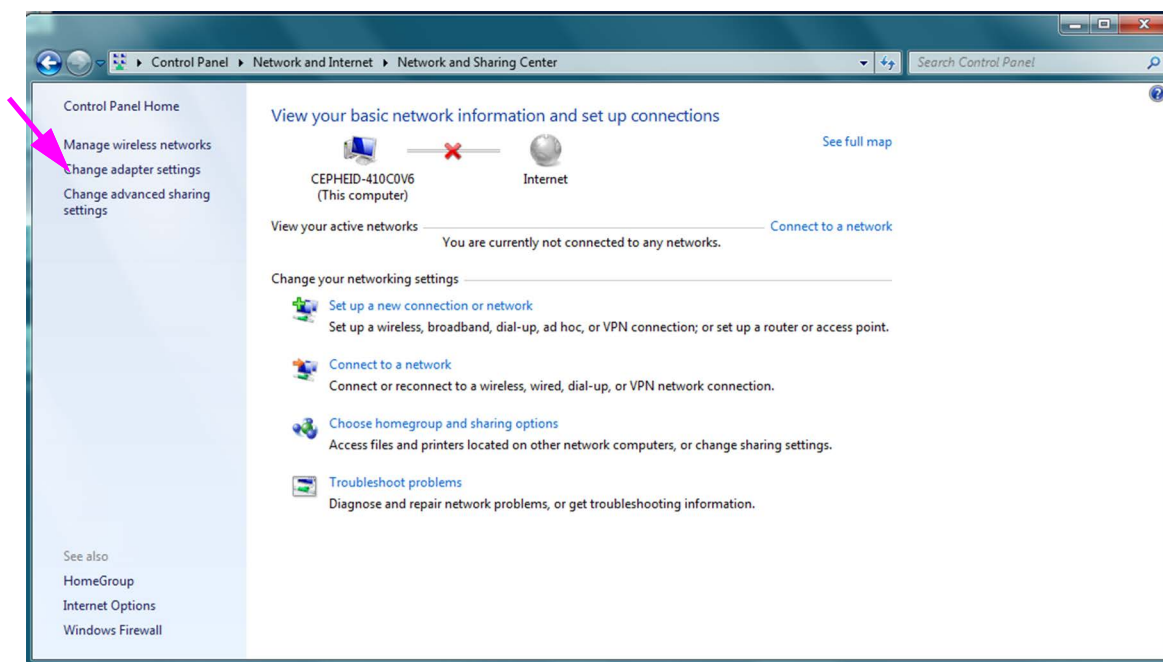

Figure 2-38. Écran Network and Sharing Center (Centre Réseau et partage)
4. Cliquer sur **View network status and tasks (Afficher l'état et la gestion du réseau)**. L'écran **Network and Sharing Center (Centre Réseau et partage)** s'affiche. Voir la Figure 2-38.